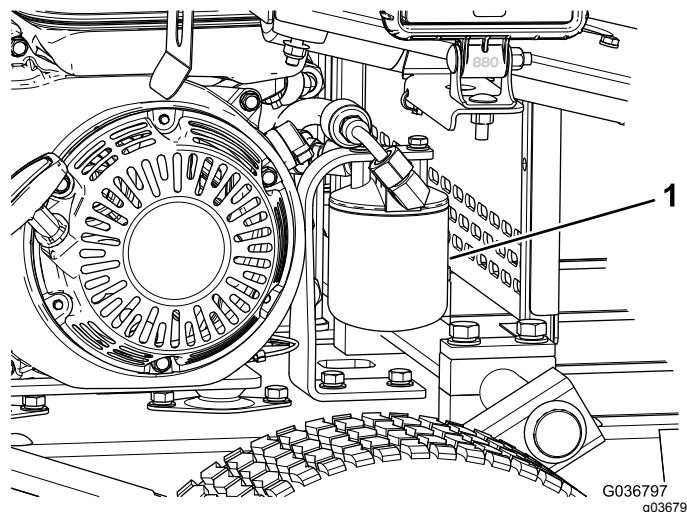

Bild 36
5. Stellen Sie eine Auffangwanne unter den Filter und entfernen den Filter (Bild 36).